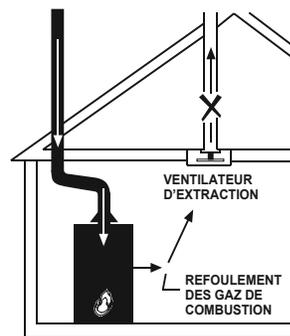

FIGURE 3
- Ne pas installer le chauffe-eau à proximité d'un appareil qui déplace de l'air. Le fonctionnement d'appareils déplaçant de l'air tels que les ventilateurs d'extraction, systèmes de ventilation, sècheuses, foyers, etc. peut perturber le fonctionnement du chauffe-eau. Une attention particulière doit être accordée aux conditions pouvant être créées par ces dispositifs. Le refoulement des gaz de combustion peut produire une augmentation du monoxyde de carbone à l'intérieur de l'habitation (Figure 3).